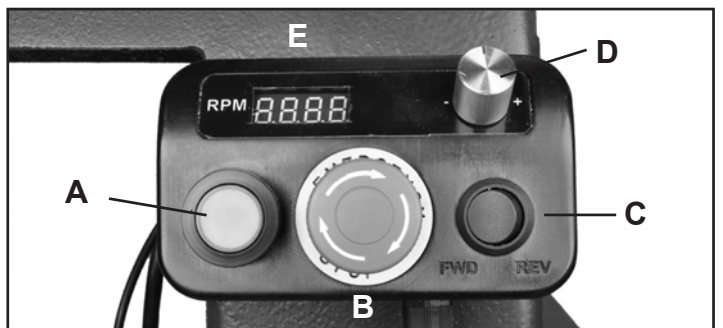

FIG. 6
El torno incluye una Caja del interruptor con cable (FIG. 6) con imanes en la parte de atrás para colocarla en la cara del cabezal fijo o en cualquier parte de la bancada. Donde sea que le resulte más conveniente para el tornero para poder acceder a los controles para regular las velocidades, la dirección de la rotación del husillo o para detener el torno.
**1. BOTÓN DE ENCENDER:** (FIG. 6, A) Oprima el Botón verde para PRENDER el torno. Oprima el Botón rojo en forma de hongo (B) para APAGAR el torno.
**2. BOTÓN DE PARADA:** (B) Presione el Botón rojo extendido para detener el torno. Para reanudar la operación del torno, gire el botón de APAGAR hacia la derecha y se saldrá a restablecerse. Luego, presione el botón de ENCENDER para volver a prender el torno.
**3. INTERRUPTOR DE ADELANTE/ATRÁS:** (FIG. 6, C) Este interruptor del selector cambiará la dirección en que gira el husillo - en sentido antihorario (adelante) o agujas del reloj (atrás).
**4. PERILLA DE RPM:** (FIG. 6, D) Esta perilla controla las revoluciones por minuto (RPM) deseadas del husillo. El torno tiene tres rangos de velocidad - 250-850, 430-1450, 950-3200 RPM. Se muestran las velocidades del husillo en la Pantalla LCD (E).
**5. LECTURA DIGITAL DE RPM:** (E) Esta muestra las RPM del husillo corresponde con la Perilla de RPM (D). **NOTA:** Las velocidades mostradas podrán variarse +/- 5% debido a diferencias en la tensión de entrada.